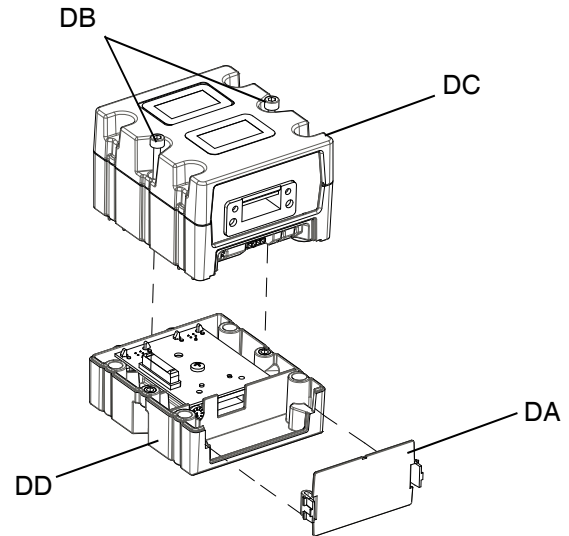

FIG. 52: Desmontaje del CGM
4. Retire la cubierta de acceso del CGM (DA). Afloje y reserve los dos tornillos M5-0,8 x 45 mm (DB) y retire el CGM (DC) de la base (DD). Consulte la FIG. 52.